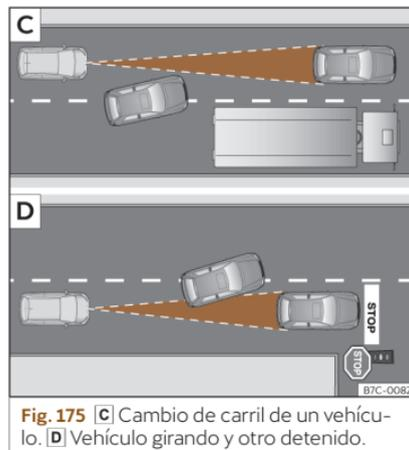

Fig. 175 [C] Cambio de carril de un vehículo. [D] Vehículo girando y otro detenido.
- Vehículos que cambien al carril por el que usted circula a poca distancia de su vehículo»» fig. 175 [C].
El ACC puede no reaccionar ante vehículos detenidos. Si, p.ej., un vehículo detectado por el ACC gira o se aparta y delante del mismo se encuentra un vehículo detenido, el ACC no reaccionaría ante este último»» fig. 175 [D].